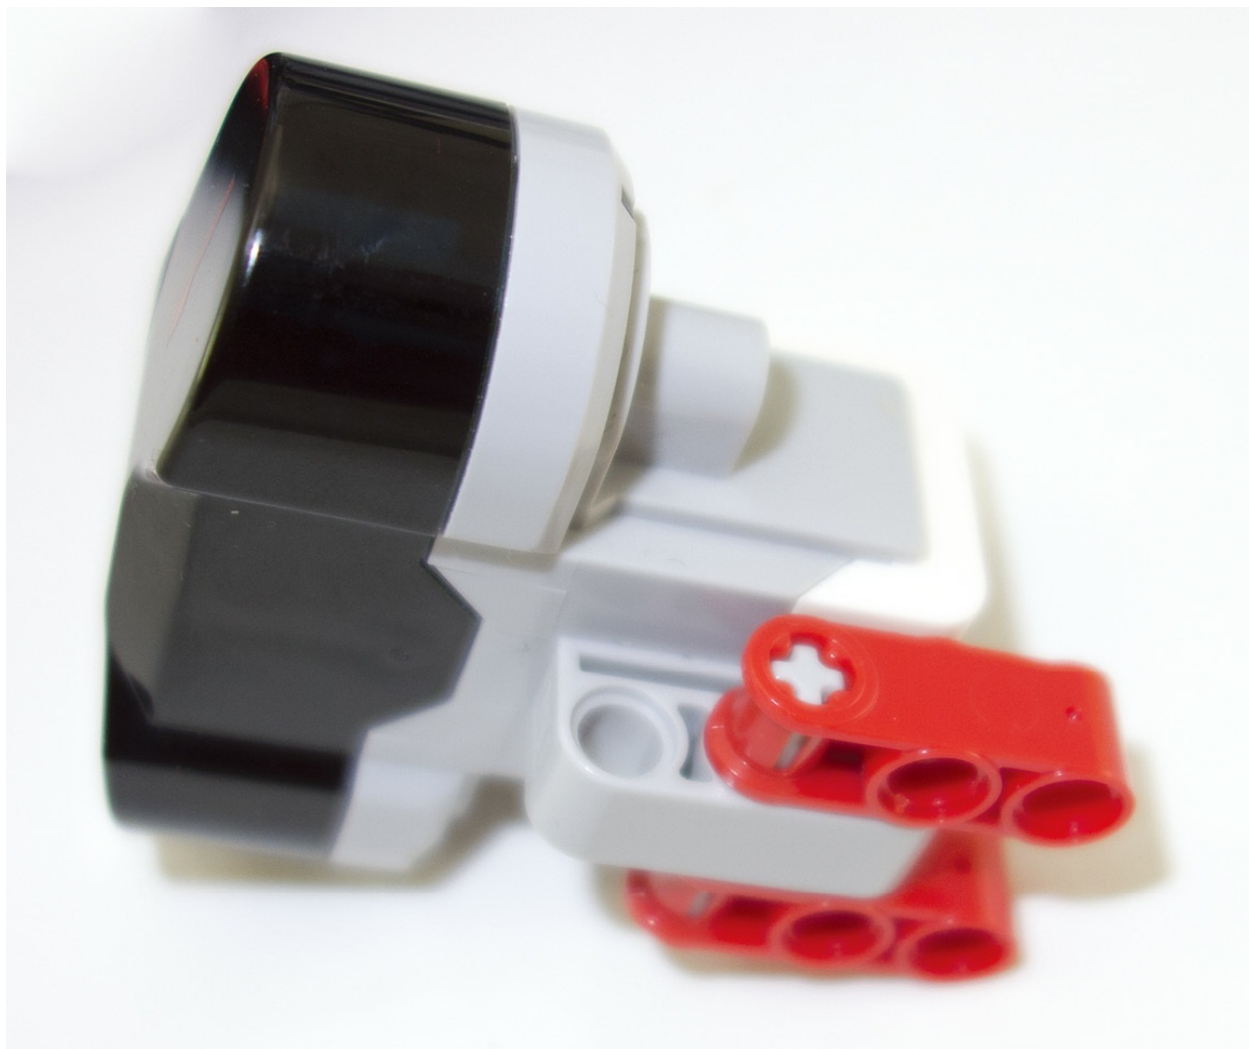

图9.39 用轴销转换块连接传感器
1. 将传感器与两个3M长的轴销转换块连接，如图9.39所示。